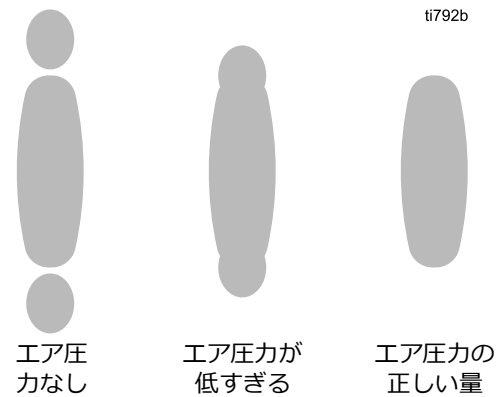

図 20: 噴霧化テール
8. テールが完全に噴霧化されスプレーパターンに入るまで、ゆっくりとインレットのエア圧力を上げます。図 20 を参照してください。